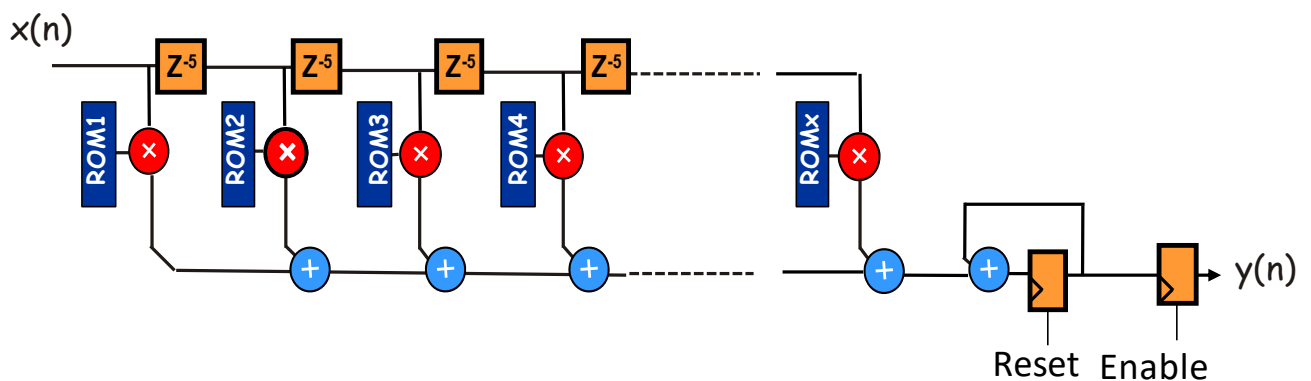

Figura 3. Arquitectura Polifásica del filtro diezmador
Se desea diseñar un filtro diezmador por 5 para reducir la tasa de muestreo a $f_{SL} = 50$ MHz de una señal capturada a $f_{SH} = 250$ MHz. El filtro diezmador tiene 45 coeficientes, ganancia 4, y su respuesta en frecuencia y respuesta al impulso se muestran en las figuras 1 y 2. Para la implementación del filtro se propone la arquitectura hardware que se muestra en la figura 3.
4) Dibuje (sobre el esquema de la figura 3) el camino crítico del circuito y halle la máxima frecuencia de funcionamiento sabiendo que $t_{\text{mult}}=3.5\text{ns}$ y $t_{\text{add}}=1.5\text{ns}$ (NOTA: considere nulos los tiempos de set-up y propagación de los registros para resolver este ejercicio). (1 punto)